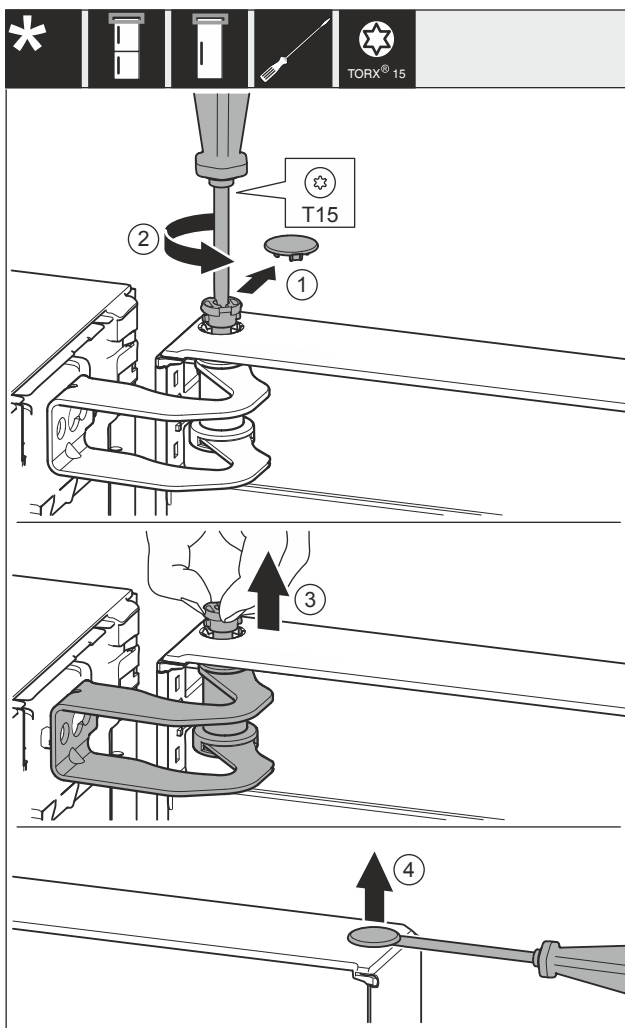

Fig. 17
- Hiqni me kujdes kapakun mbulues Fig. 17 (1).
- Lironi paksa bulonin Fig. 17 (2) me një kaçavidë.
- Nxirrni jashtë bulonat Fig. 17 (3) me gishta.
- Ngrini me kujdes kapakun mbulues Fig. 17 (4) me një kaçavidë dhe hiqni.